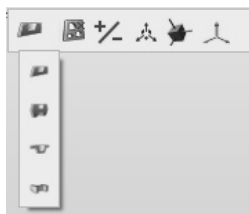

图 5-59
- ① 双击要转换的冲压约束，弹出一个对话框。
- ② 单击小对话框上最左边的图标，弹出拔模方向列表，如图 5-59 所示。